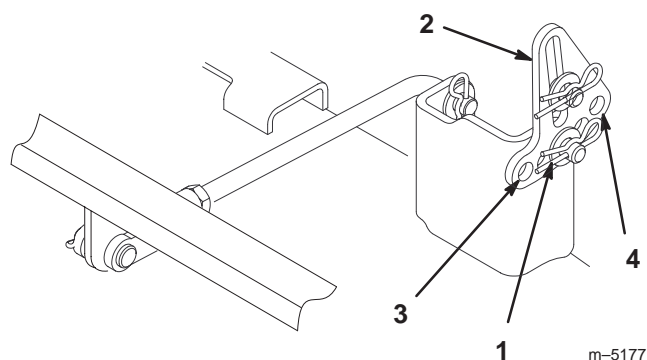

Figure 40
7. Enlevez la goupille fendue et la rondelle de l'une des pattes de mise à niveau (Fig. 40). Pour mettre les lames de niveau, fixez les pattes de mise à niveau dans un autre trou à l'aide de la rondelle et de la goupille fendue (Fig. 40). Utilisez un trou plus en avant pour réduire la hauteur de la lame, ou un trou plus en arrière pour l'augmenter. Réglez les deux côtés selon les besoins.